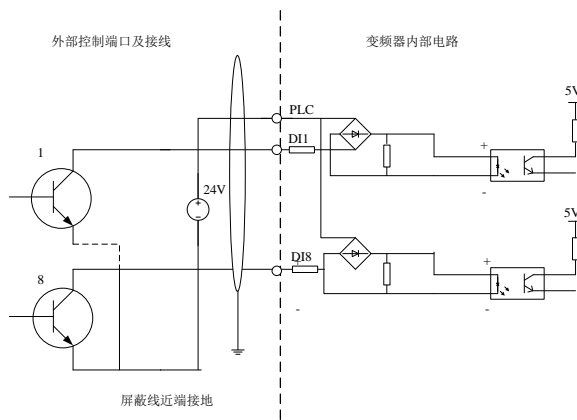

图 2-5 使用外部电源NPN控制
3) 使用外部电源的NPN连接方式（注意去除PLC与24V端子间的连接线），如图2-5所示。